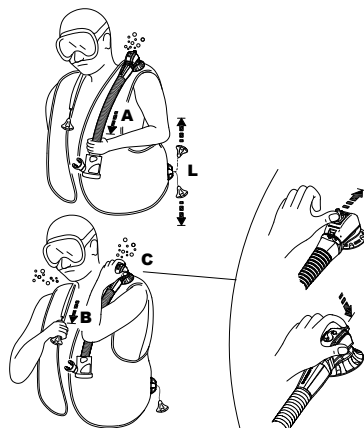

fig. 7
- a. puxe delicadamente o conjunto da traqueia (fig. 7 - A).
- b. Empurre o fundo com saliência para fora da caixa da válvula (fig. 7 - C) (Patenteado): este sistema poderia ser útil também para purgar ar de um outro mergulhador com problemas (pânico, mergulhador principiante, em caso de perda de sentidos, etc.).
- A Válvula dupla de descarga manual SCUBAPRO® (Patenteada) apresenta um botão manual de segurança que libera o ar quando pressionado (Fig. 7-C), em caso de falha do Sistema manual de descarga (cabo quebrado, pino quebrado, etc.) ou quando estiver respirando de um Air 2.
Válvula ombro (fig. 7-B)
A válvula no ombro direito, se estiver presente, é ativada puxando-se suavemente o punho que está conectado à válvula através de um cordão (fig. 7-B). Para operar qualquer um dos tipos de válvula de descarga, oriente a válvula para uma posição superior à da bolha de ar no Colete. Ative a válvula de descarga até obter a flutuabilidade pretendida. Não puxe/pressione mais para fechar a válvula (fig. 7-B).
Válvula de esvaziamento inferior (fig. 7 - L)
os dispositivos de esvaziamento com um fluxo máximo de gás são a válvula ombro fig. (7-B) e a válvula inferior (fig 7-L).